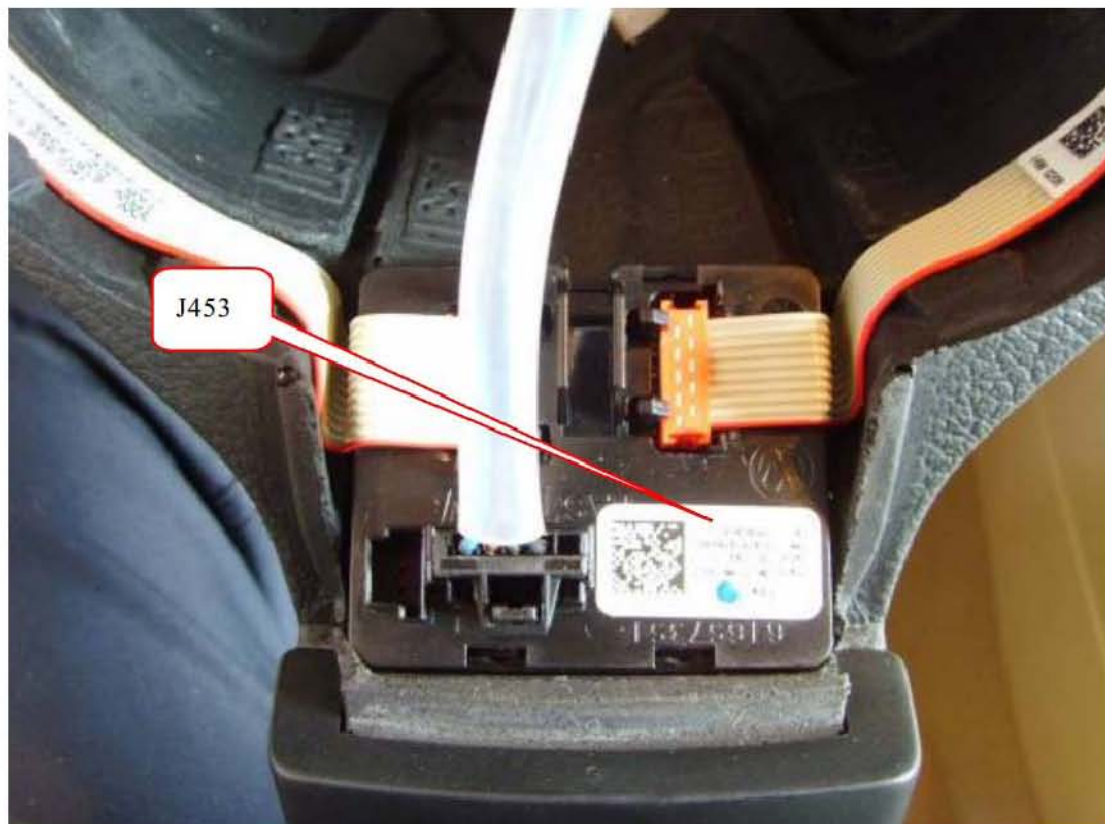

图 7 故障源为 J453 损坏
- 13). 用万用表检查多功能方向盘按键到 J453 的线路连接正常, 接口接触良好。按键开关 E440/E441 是否正常呢? 由于线路正常, 推断分析不可能存在 E440/E441 所有 8 个按钮同时损坏的情况, 由此判断 E440/E441 不是故障原因。由于已通过电路检测多功能方向盘按钮线路正常, 所以最后故障原因确定在 J453 多功能方向盘控制单元。更换后正常。如图 7 所示。